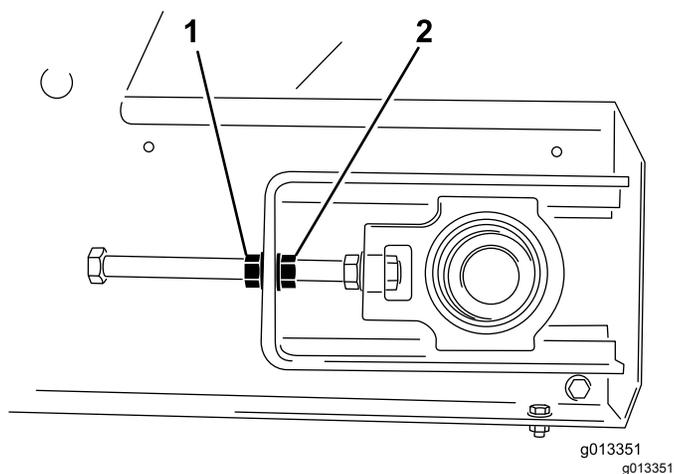

图 59
4. 使用 2 把扳手保持张紧装置杆的端头不动然后拧松距离杆端头最近的锁紧螺母 图 59。
3. 输送带偏向哪一侧就保持住那一侧的张紧器杆不动然后松开锁紧螺母并上紧调节螺母 2 个面 图 59。